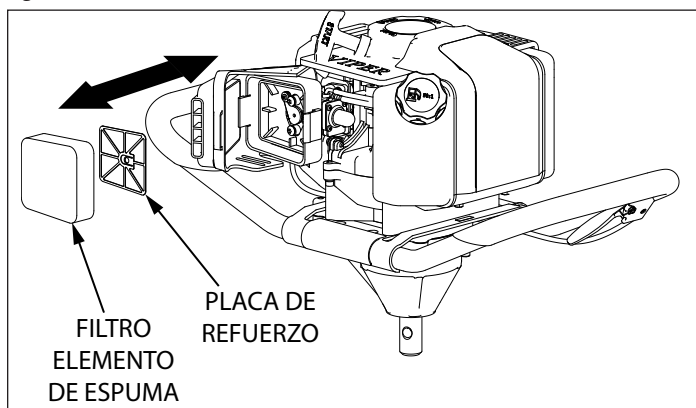

Figura 5
4. Retire el elemento filtrante de espuma (**CONSULTE LA FIGURA 5**) y reemplácelo con un nuevo filtro lubricado, o bien, limpie el filtro de espuma original con agua tibia y jabón suave, siguiendo los pasos anteriores para la Limpieza del filtro de aire. Recuerde lubricar completamente el filtro de espuma con aceite para motor grado 30 o 40 y quitar el exceso de aceite.